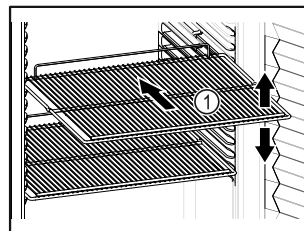

Fig. 49
- ❑ Если имеются решетчатые полки Fig. 49 (1), отрегулируйте высоту их установки.